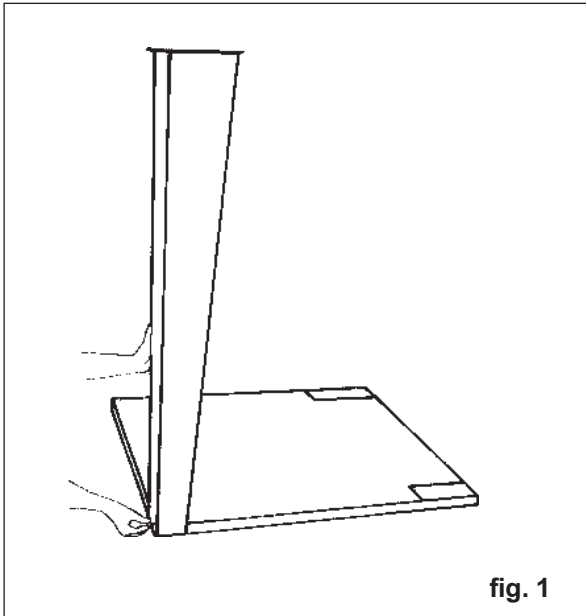

fig. 1
- 1) Apoyar el panel de base sobre el palet girando la parte plana hacia abajo (Fig. 1).
- 2) Montar las patas en los ángulos respectivos del panel de base utilizando los pernos (Fig. 1).
- 3) Apriete ligeramente los pernos teniendo cuidado de mantener la parte alta de la pata orientada hacia el centro. (Fig. 1).
- 1) Apóie o painel de base no estrado virando a parte plana para baixo (fig.1).
- 2) Monte os pés nos respectivos ângulos do painel de base utilizando parafusos ( fig.1)
- 3) Aperte ligeiramente os parafusos com o cuidado de manter a parte alta do pé orientada para o centro (fig.1)
- 1) Position the base panel on the pallet with the flat part pointing downwards (Fig. 1).
- 2) Mount the legs in the respective corners of the base panel using bolts (Fig. 1).
- 3) Moderately tighten these bolts, remembering to keep the top part of the leg pointing towards the center (Fig. 1).
- 1) Appoggiare il pannello di base su pallett rivolgendo la parte plana verso il basso (Fig. 1).
- 2) Montare i piedi nei rispettivi angoli del pannello di base utilizzando bulloni (Fig. 1).
- 3) Effettuare un modesto serraggio di detti bulloni avendo cura di tenere la parte alta del piede orientata verso il centro (Fig. 1).